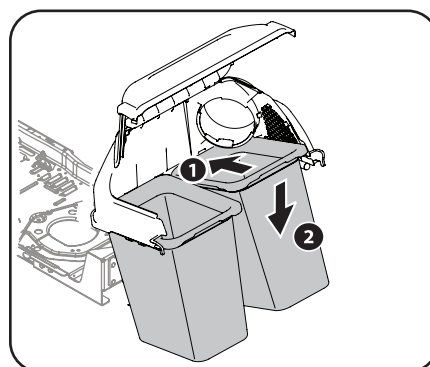

Figure 4-11
7. Installez les deux sacs collecteurs d'herbe (664-05104) sur leur support en insérant d'abord la partie avant du sac collecteur, puis la partie arrière jusqu'à ce que chaque sac soit correctement placé sur son support. Voir Figure 4-11.